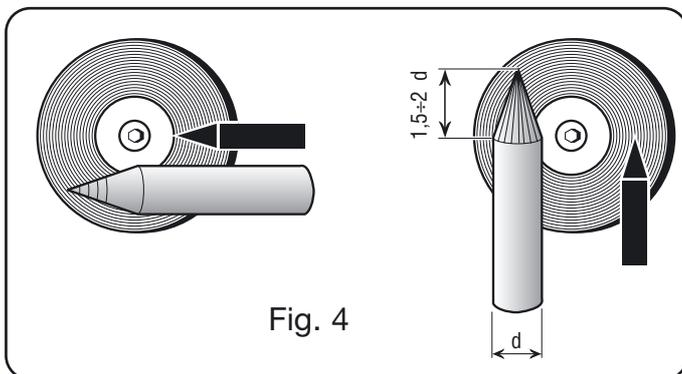

Fig. 4
Elektrodspetsen måste förberedas. Slipa elektrodspetsen så att den har en vertikal räffling som i fig. 4.
- Slipa volframelektrodens ände så att den blir konformad. Den konformade änden ska vara 1,5 - 2 ggr längre än elektroddiametern (fig. 4).